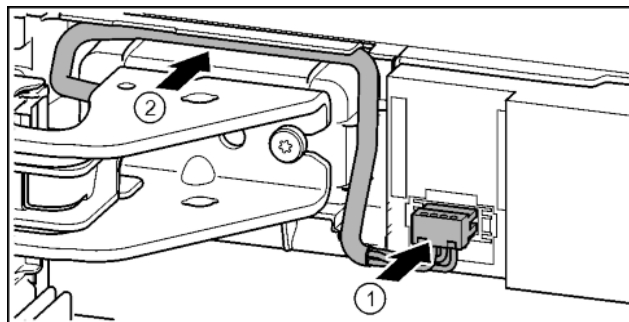

Fig. 36
- ▶ Зафіксуйте штекер над верхнім опорним кронштейном та обережно покладіть жили кабелю в канал. *Fig. 36 (1)*
- ▶ Обережно розташуйте сірий кабель в направляючій над верхнім опорним кронштейном. *Fig. 36 (2)*